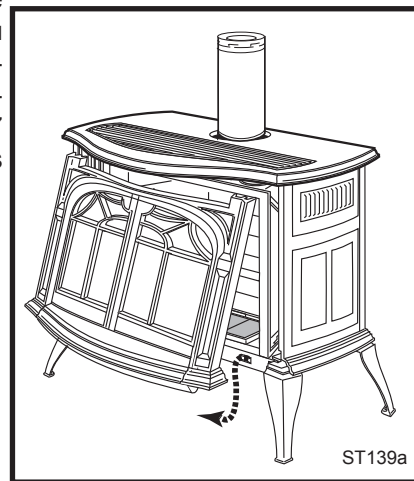

Fig. 76 Enlevez le devant du poêle.
2. Enlevez le devant du poêle en le soulevant, puis en le faisant basculer vers l'avant de manière à le détacher de son logement. (Fig. 76)
1. Enlevez le devant du poêle et l'ensemble encadrement et panneau vitré. (Fig. 76 et 77) Retirez le joint usé en vous servant d'une lame de rasoir pour le séparer de l'encadrement du panneau vitré et pour en racler les résidus de mastic et de joint. Pour ce faire, utilisez un ciseau à froid au besoin.